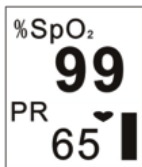
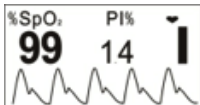
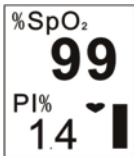

Figure 5
Figure 6
Figure 7
- Appuyez deux fois sur la touche Affichage, l'écran d'affichage sera modifié comme indiqué à la figure 5.
- Appuyez trois fois sur la touche Affichage, l'écran d'affichage (comme illustré à la figure 5) pivote de 180°.
- Appuyez sur la touche écran de manière circulaire, l'écran d'affichage bascule entre les deux écrans (voir figure 4 et figure 5) et les quatre directions sont affichées en alternance.
6. Appuyez longuement sur la touche d'affichage (environ 2 secondes), l'écran s'affiche comme illustré à la figure 6. Les différences entre les figures 6 et 4 sont les suivantes:
- Sur la figure 6, la SpO₂ et l'indice de perfusion sont surveillés et affichés à l'écran.
7. Lorsque l'écran apparaît tel qu'illustré à la figure 6, appuyez sur le bouton Affichage de manière circulaire, l'écran d'affichage bascule entre les deux écrans (comme illustré aux figures 6 et 7) et les quatre directions sont affichées en alternance.
8. L'écran d'affichage (comme illustré à la figure 6 ou à la figure 7) réapparaîtra à l'écran, comme illustré à la figure 4 ou à la figure 5 si l'opération n'est pas effectuée dans les 10 secondes.